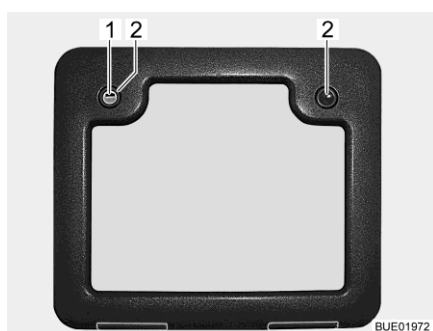

Fig. 193 Sportello per il serbatoio fecale Fig. 194 Serbatoio fecale
- Aprire lo sportello per il serbatoio fecale all'esterno del veicolo. Inserire la chiave nel cilindro della serratura a pressione (Fig. 193,1) e ruotare in senso orario di un quarto di giro.
- Premere contemporaneamente con i pollici entrambe le serrature a pressione (Fig. 193,2) e aprire lo sportello per il serbatoio fecale.